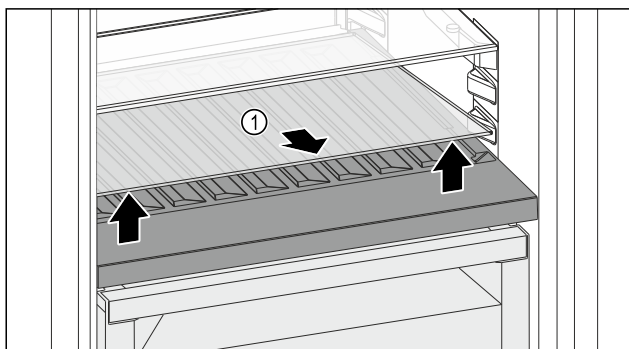

Fig. 97
- 抬起前部槽上的玻璃隔板 Fig. 97 (1) 并取出。
- 将玻璃隔板 Fig. 97 (1) 稳妥地放在冰箱外。